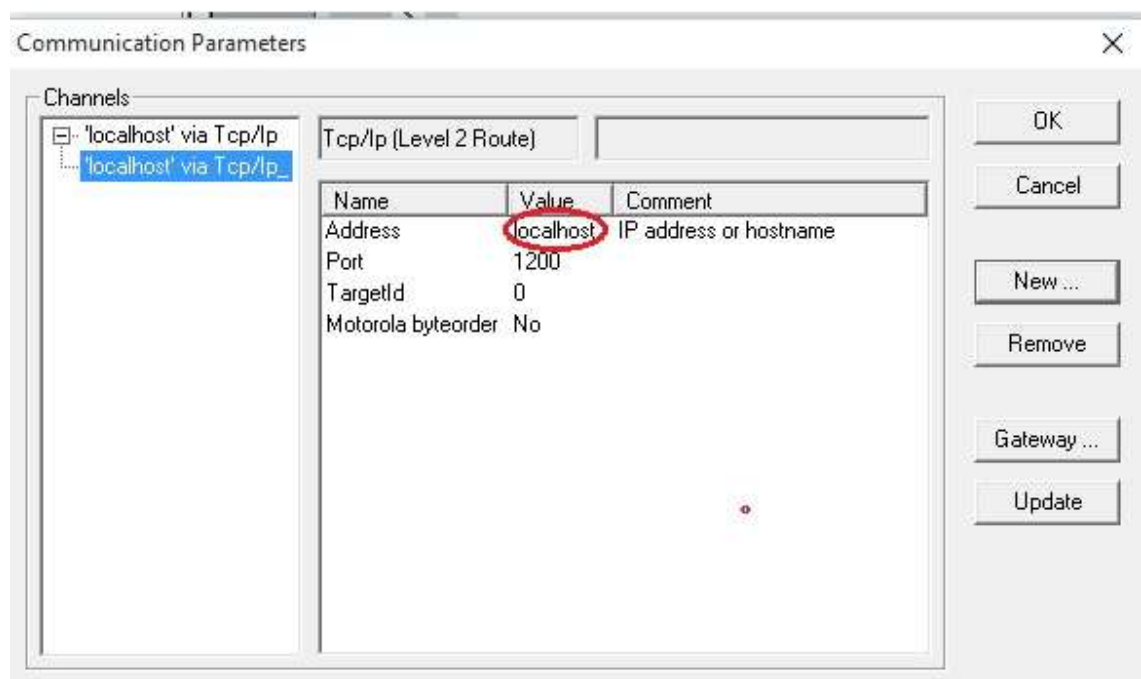

Figura 6 – Tela para introdução do endereçamento IP do CLP.
- Então, surgirá a tela *Communication Parameter*, conforme a Figura 6. No campo “*Localhost*”, dê um duplo clique e introduza o endereço IP do CLP correspondente, conforme a Tabela 3, por exemplo 192.168.119. 220.